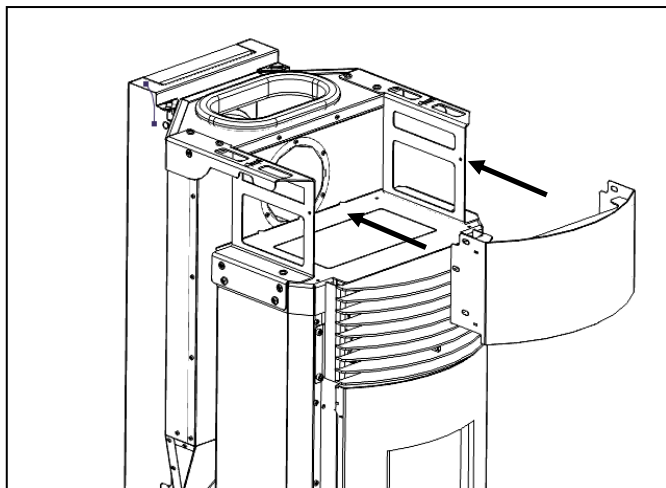

Figura 73 - Fijación frontal
b) Coloque la parte superior delantera como se muestra en la Figura 73, colocando las lengüetas de la parte delantera en la cara interna de la estructura.